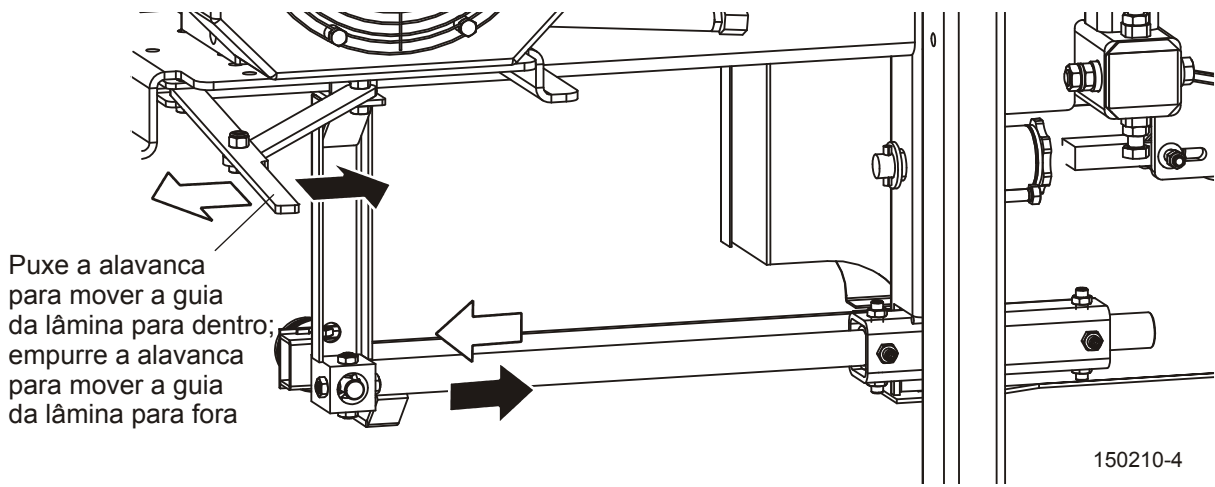

FIGURA 5-5
**Consulte a figura 5-5.** Use a alavanca do braço da guia da lâmina para ajustar a guia externa da lâmina se necessário. Puxe a alavanca para mover o braço para dentro. Empurre-a para movê-lo para fora.